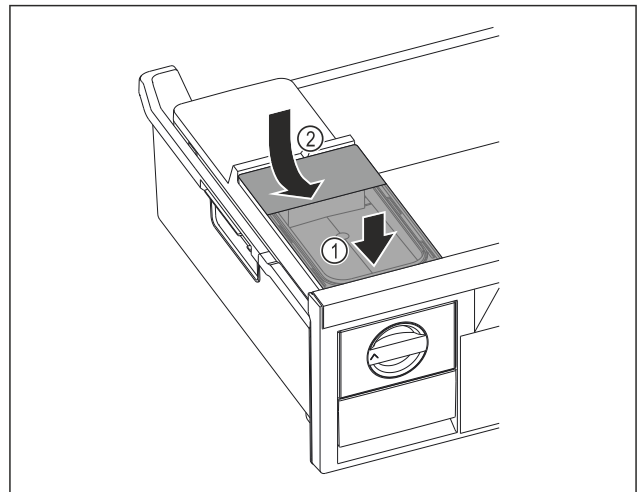

Fig. 77
- ▶ Помістити бак для води спереду Fig. 77 (1)
- ▶ Опустити бак для води ззаду Fig. 77 (2)